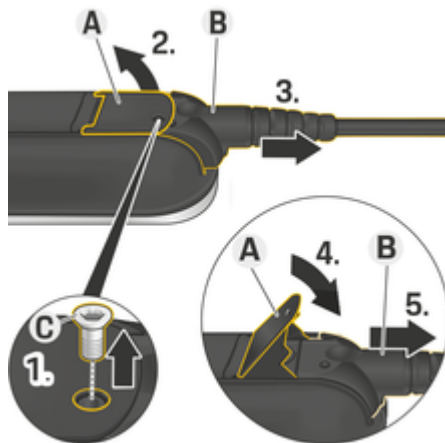

Abb. 8 Kabel lösen
1. Schraube **C** (Abb. 8) mit einem geeigneten Werkzeug lösen.
2. Hebel **A** (Abb. 8) anheben.
3. Stecker **B** (Abb. 8) bis zum ersten Widerstand herausziehen.